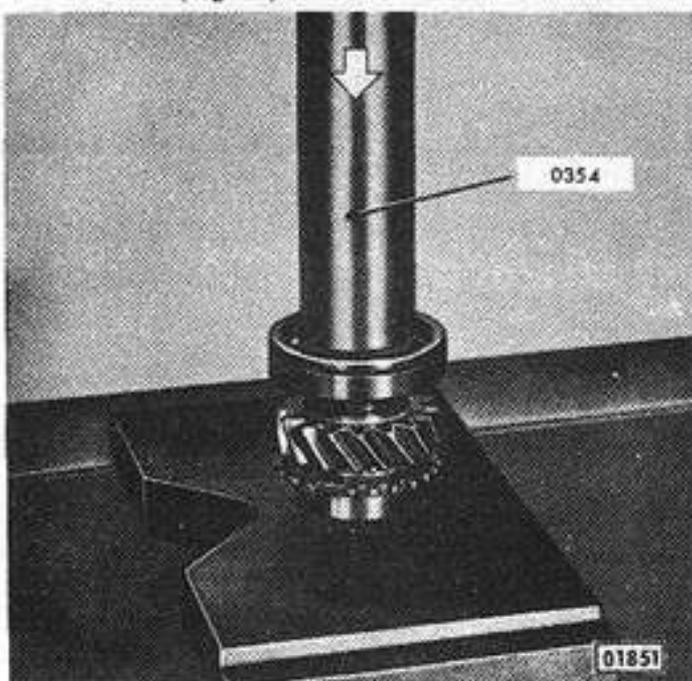

Fig. 20 - Montaje del cojinete a bolillas en el piñón de directa.
1. Colocar el cojinete a bolillas en el piñón de directa con la herramienta N° 0354 -con la ranura anular mirando hacia adelante- y asegurarlo con un aro elástico (Fig. 20).